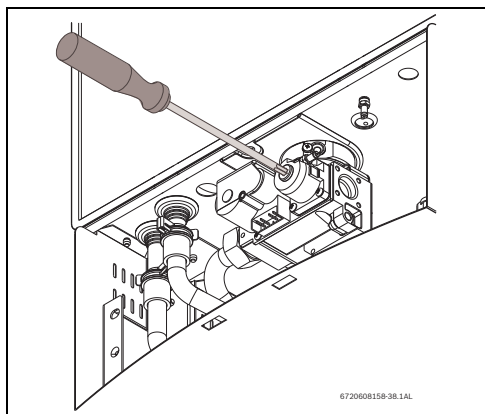

Рис. 53 Регулировка уровня P2 CO₂
- ▶ Установите на место защитную утепленную крышку, Рис. 53 .